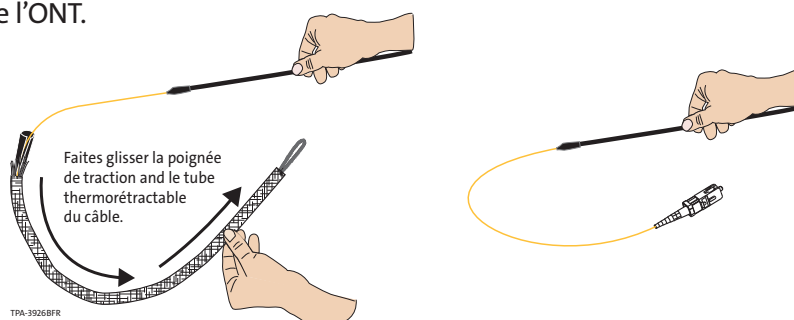

Figure 7
- Étape 4 :** retirer simultanément la poignée de traction et le tube thermorétractable pour exposer le câble interne avec le connecteur SC/APC (Figure 7).